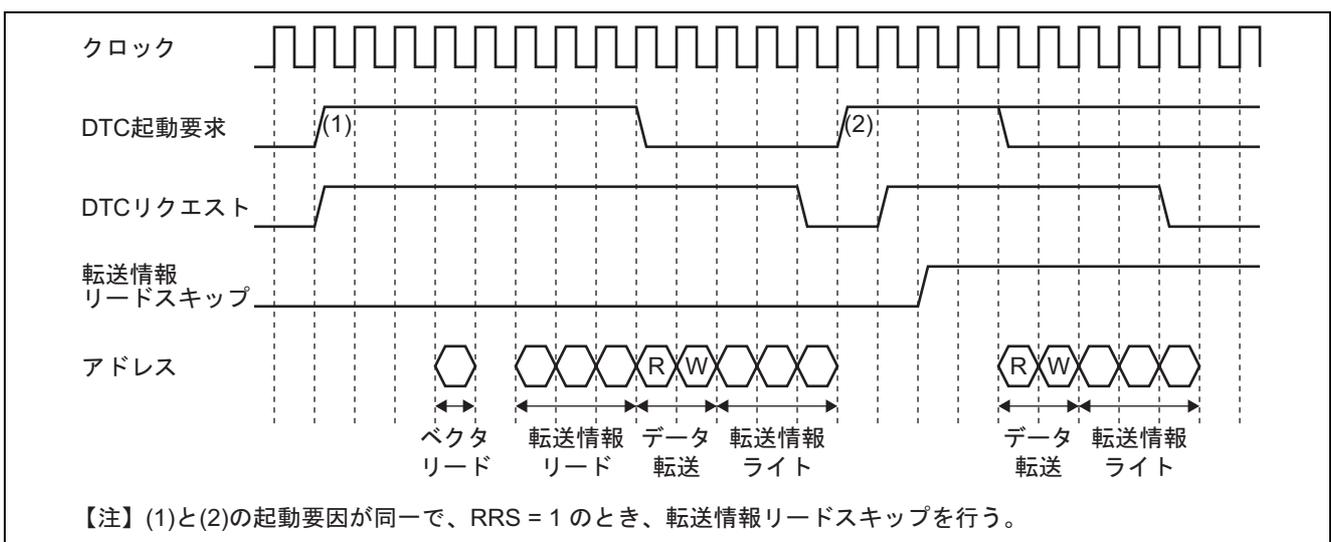

図5 タイミング
- 図 5 に転送情報リードスキップのタイミングを示します。